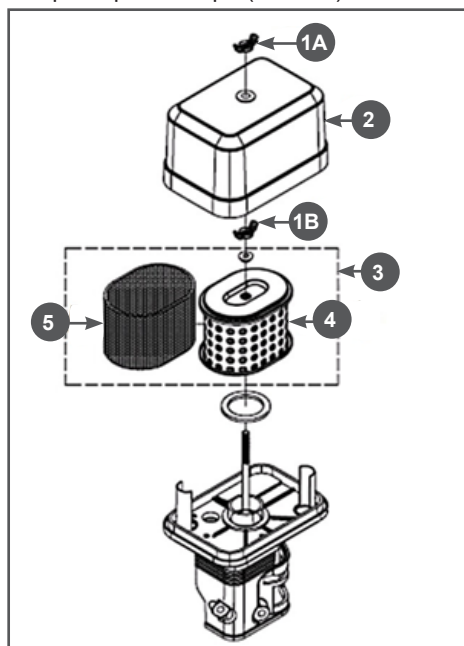

Рис. 25 Обслуживание воздушного фильтра
1. Открутите барашковую гайку 1А и снимите крышку 2 воздушного фильтра (Рис. 25).
2. Открутите барашковую гайку 1В и извлеките из корпуса воздушный фильтр 3 в сборе (Рис. 25).
3. Проверьте целостность и чистоту фильтрующих элементов. Поролоновый (предварительный) фильтрующий элемент 5 установлен на корпусе бумажного фильтрующего элемента 4 (Рис. 25).
4. При незначительном загрязнении промойте поролоновый фильтрующий элемент 5 (Рис.25) теплым мыльным раствором и просушите. Поврежденный или сильно загрязненный поролоновый фильтрующий элемент замените.